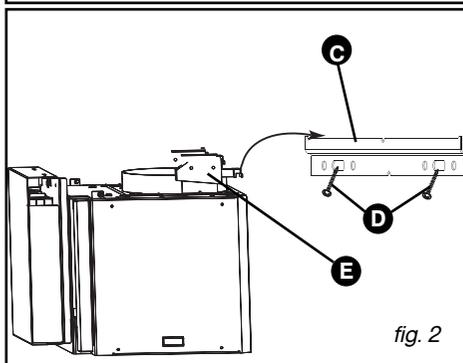

fig. 2
– Vissez la barrette de fixation au mur (C/fig. 2) au mur avec les 2 vis (D/fig.2).
– Accrochez la hotte aspirante par ses suspensions (E/fig. 2).
– Réglez la hauteur et le niveau en manoeuvrant les vis de réglage (E / fig. 2) des supports (la vis du haut pour l'horizontalité, la vis du bas pour le placage au mur).
– Montez le clapet anti-retour sur la sortie du moteur (fig. 2). Ce clapet anti-retour permet d'obstruer l'entrée d'air venant de l'extérieur.